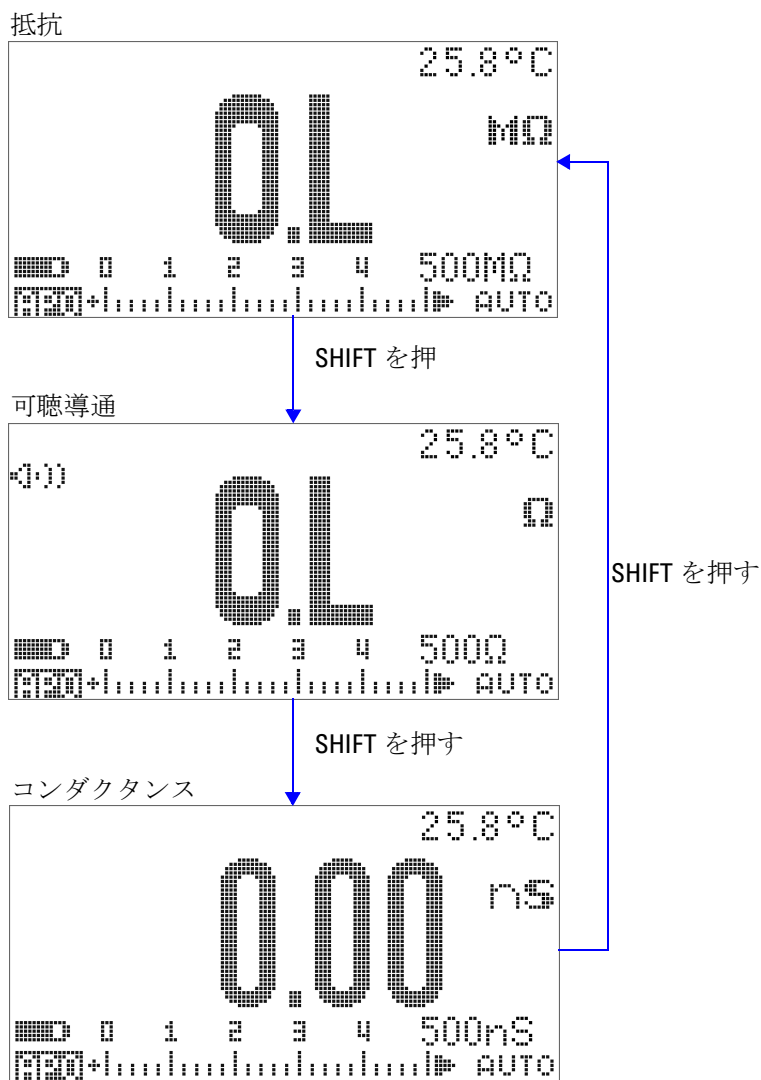

図 2-8 抵抗、可聴導通、コンダクタンス・テスト
- 4  を押すと、可聴導通テスト (セットアップに応じて  または )、コンダクタンス測定 ()、抵抗測定 ( のいずれか) が順に切り替わります (図 2-8 (42 ページ) を参照)。